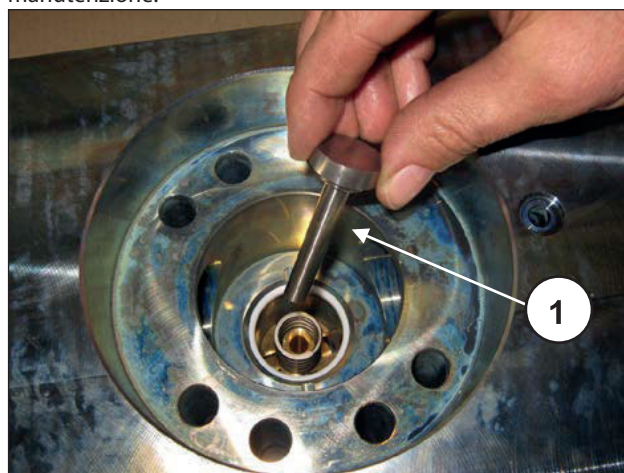
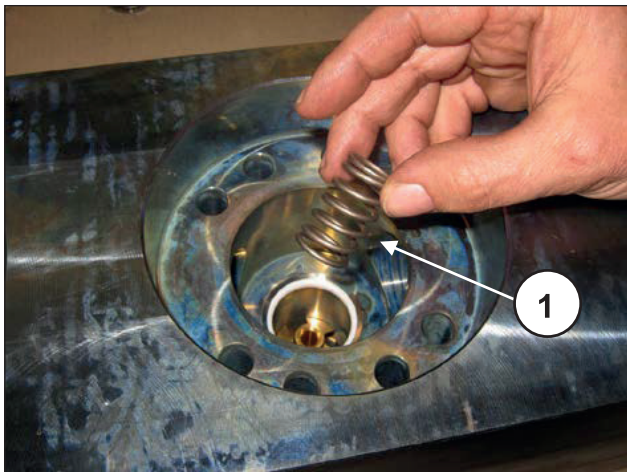
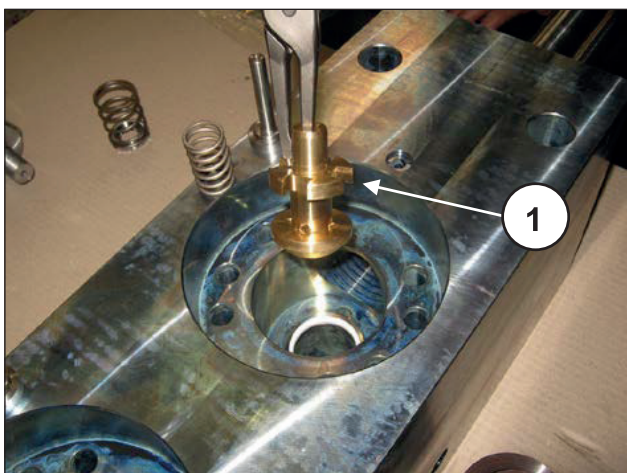

Fig. 181
Fig. 182
Fig. 183
Estrarre i piattelli di mandata (pos. ①, Fig. 181) con relative molle (pos. ①, Fig. 182) e le rispettive guide (pos. ①, Fig. 183); controllare il loro stato di usura ed eseguire, se necessario, eventuali sostituzioni. Queste andranno comunque eseguite negli intervalli indicati nel capitolo 11 del manuale uso e manutenzione.